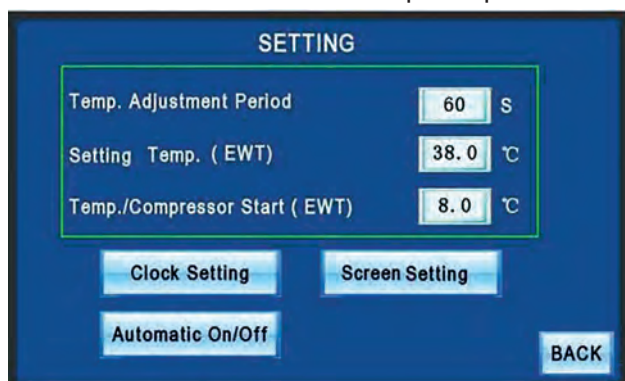

Рисунок 5.3. Экран установка пользовательских параметров
- ① В пункте Restart Delaying [Задержка перезапуска] должно отображаться NO [НЕТ]. Если отображается YES [ДА], это означает, что условие задержки включения не выполнено.
- ② В пункте Water Temp. Allow Compressor Start [Температура воды допускает включение компрессора] должно отображаться YES [ДА]. Если отображается NO [НЕТ], это означает, что текущая температура не удовлетворяет условиям включения компрессора. См. рис. 5.3.
- ③ В пункте Time for Oil Heating [Время подогрева масла] должно отображаться «0». Если отображаемое значение больше 0, это означает, что масло в компрессоре еще подогревается.